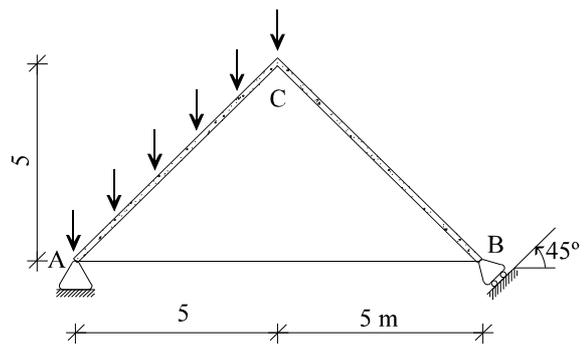

Figura 9
9. La estructura de la figura 9 es un pórtico atirantado, articulado en su extremo  $A$  y deslizante a  $45^\circ$  en su extremo  $B$ . Los momentos plásticos de las vigas  $AC$  y  $CB$  son de  $1000 \text{ kN} \times \text{m}$ , y el axil de plastificación del tirante  $AB$  es de  $100 \text{ kN}$ . Sobre la viga  $AC$  actúa una carga uniformemente repartida de valor total  $P \text{ kN}$ . Se pide: